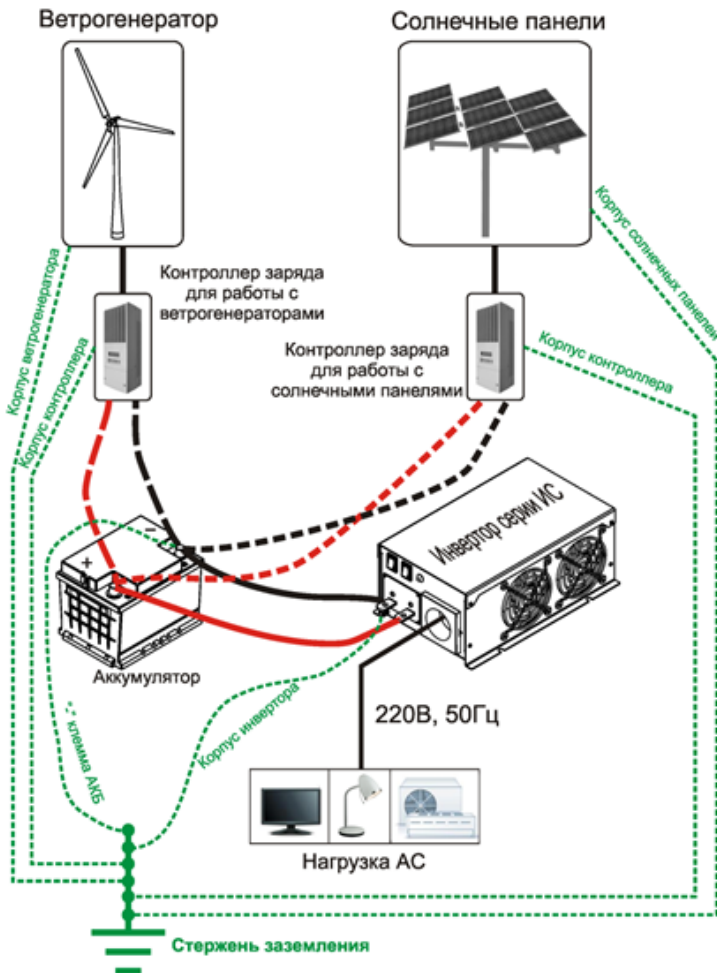

Рисунок 4 – Схема подключения инверторов серии ИС к системам альтернативной энергетики
9.5 Схема подключения инвертора в системе питания от альтернативных источников энергии указана на рис.4 (при построении систем бесперебойного питания с использованием альтернативной энергетики необходимо выполнять рекомендации).